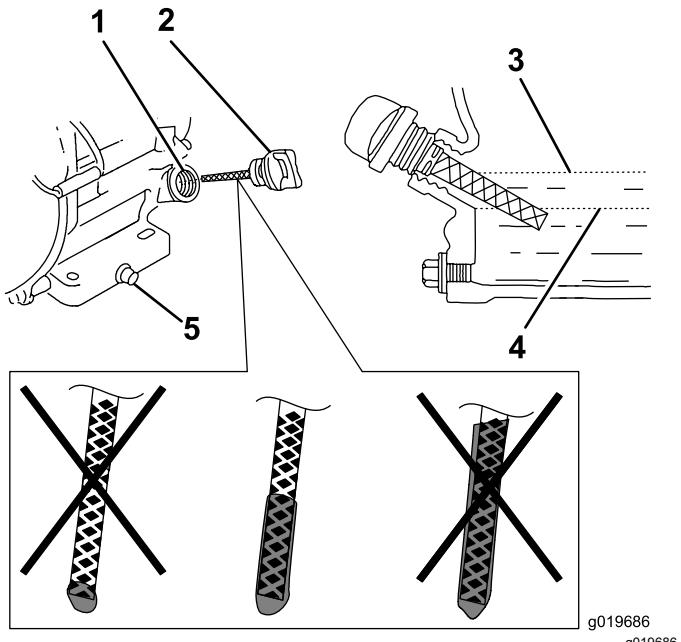

Рисунок 26
- Выньте щуп и проверьте уровень моторного масла (Рисунок 26).